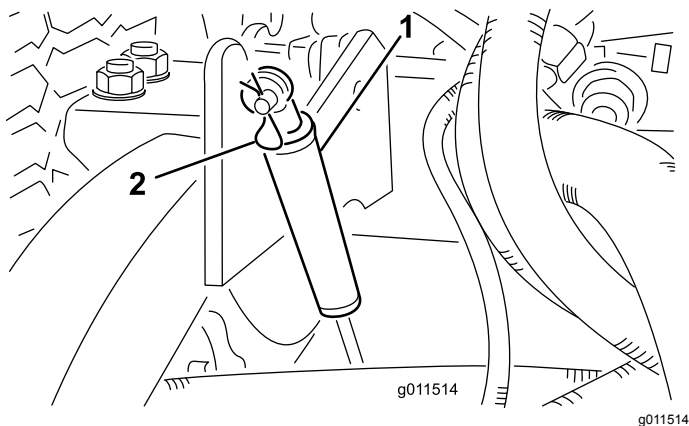

Bild 108
2. Nehmen Sie den Splint ab, mit dem die Stoßdämpfer an den Hubarmen befestigt sind (**Bild 108**).